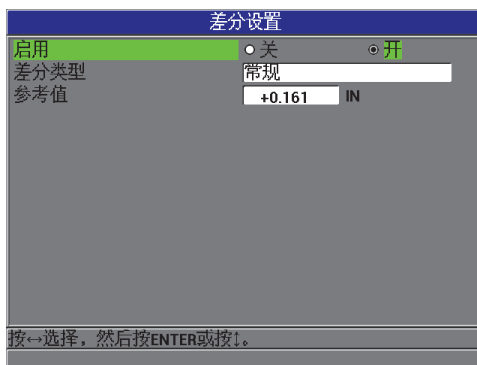

图 5-2 差值设置屏幕
3. 在**差值设置**屏幕中（参见第 83 页的图 5-2）：